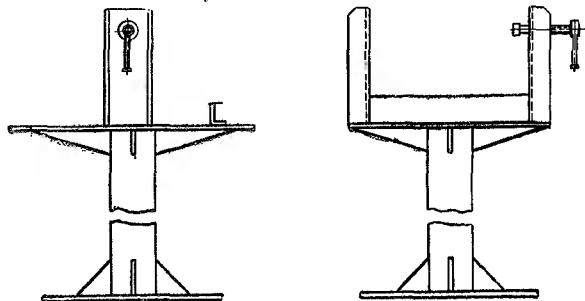

Рис. 84. Стенд для разборки и сборки коробки передач
**Разборка коробки передач.** Коробку передач разбирают на стенде, изображенном на рис. 84, а при отсутствии его на верстаке высотой 500—600 мм. В большинстве случаев для устранения какой-либо неисправности или замены отдельных деталей достаточно разобрать коробку передач на отдельные крупные